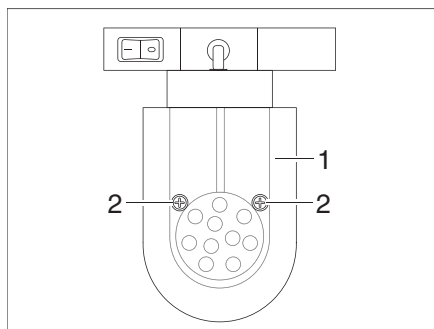

Bild 166 LED-spotlight (förskjutningsbar)
- Lossa fästskruvarna (Bild 166,2).
- Ta försiktigt bort lampglaset (Bild 166,1).